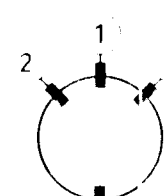

Fig. 4c
e ora il cuneo (4) come in Fig. 4c o 5c e